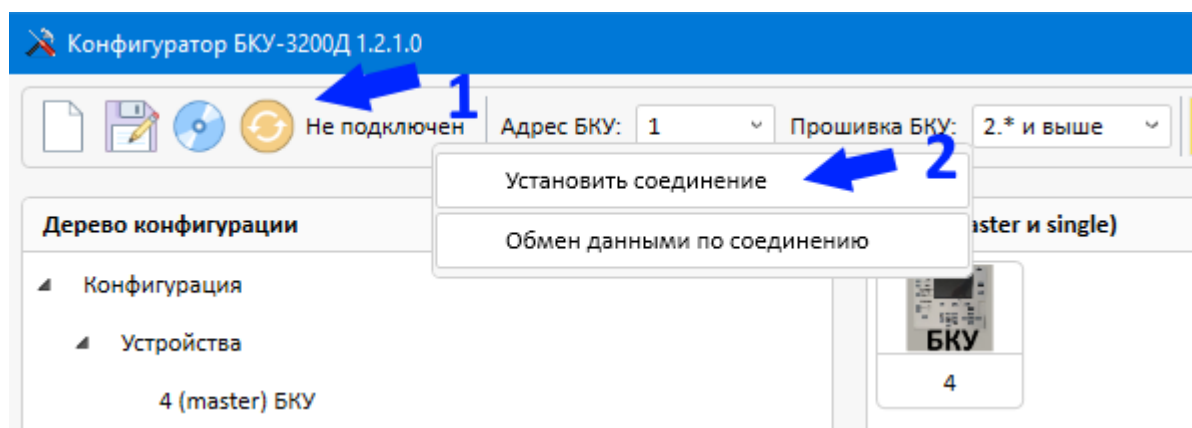

Рисунок 2 – установка соединения
1.4. В программе «Конфигуратор Олимп» для подключения к порту необходимо нажать на панели меню иконку "Подключение (1)", в
появившемся меню выбрать пункт "Установить соединение (2)" (см. Рисунок 2).